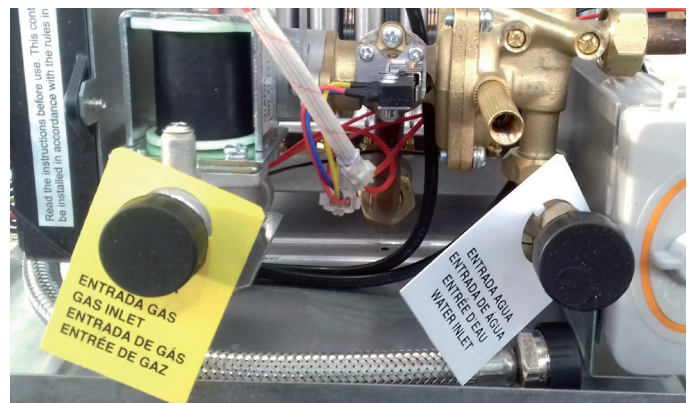

Abb. 9 - Kennschilder der Anschlüsse
- Die Verschlüsse von den Wasser- und Gasanschlüssen abnehmen, siehe Abb. 9.